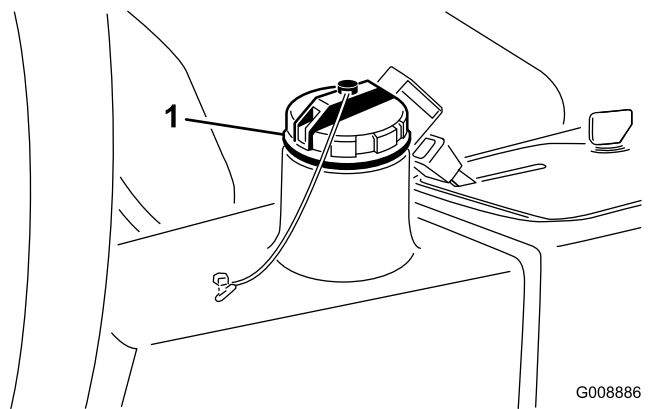

Figura 30
2. Limpe a zona em redor do tubo de enchimento e da tampa do depósito hidráulico (Figura 30). Retire a tampa.